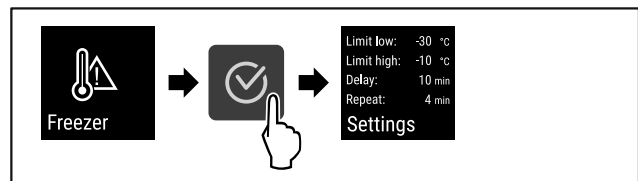

Fig. 103
- ▶ Genomför handlingsstegen (se Fig. 103).